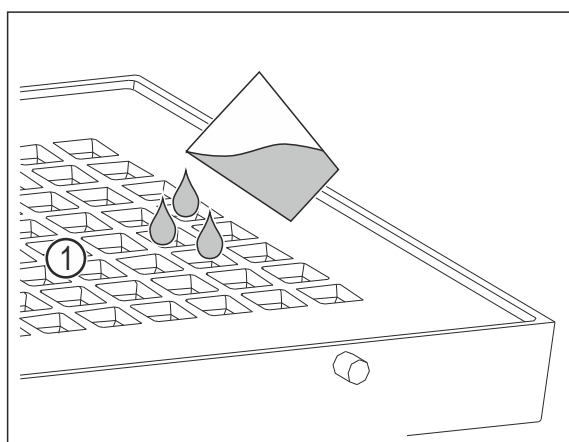

Fig. 109
- ▶ Ne pas verser plus de 400 ml d'eau dans les trous Fig. 109 (1) du couvercle.